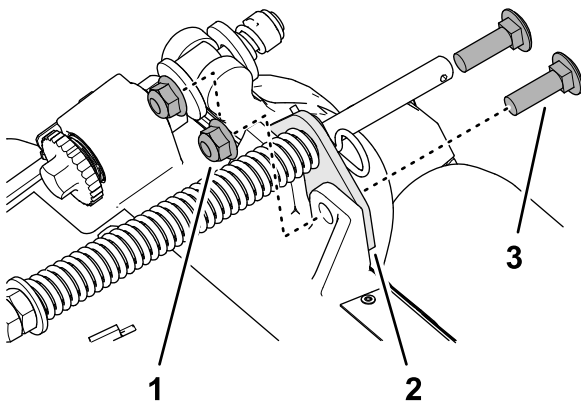

Bild 18
2. Entfernen Sie die beiden Sicherungsbundmutter ($\frac{3}{8}$ ") und die beiden Schlossschrauben ($\frac{3}{8}$ " x $1\frac{1}{4}$ "), mit denen die Halterung des Rasenkompensierung am Rahmen des Mähwerks befestigt ist (**Bild 18**).